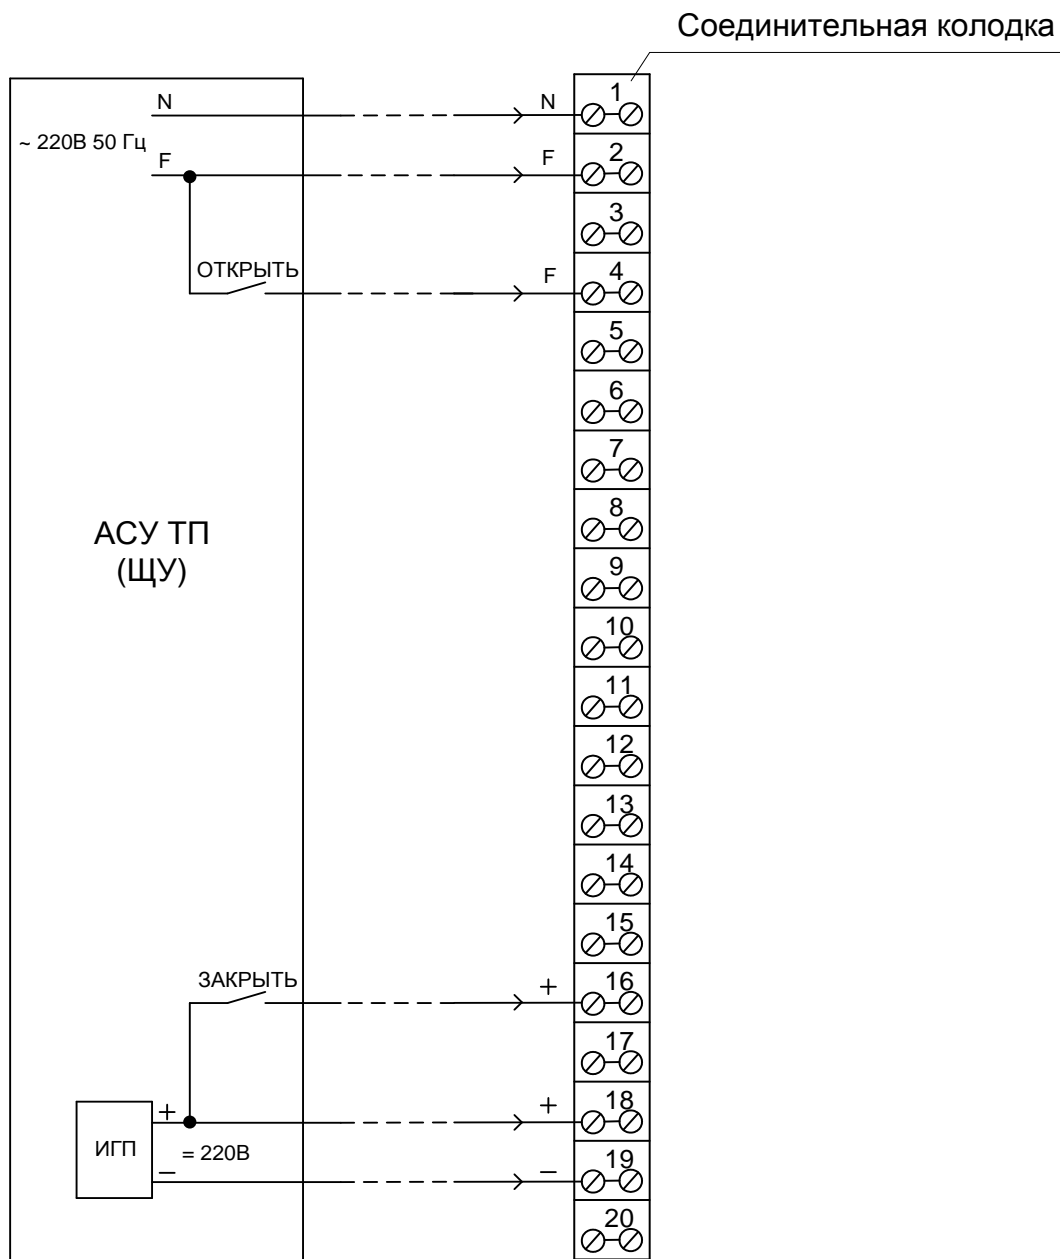

Рисунок 3. Подключение питания и управления блока БУПУ по варианту 2
**б) при наличии источника гарантированного питания постоянным напряжением 220 В (см. рисунок 3):**